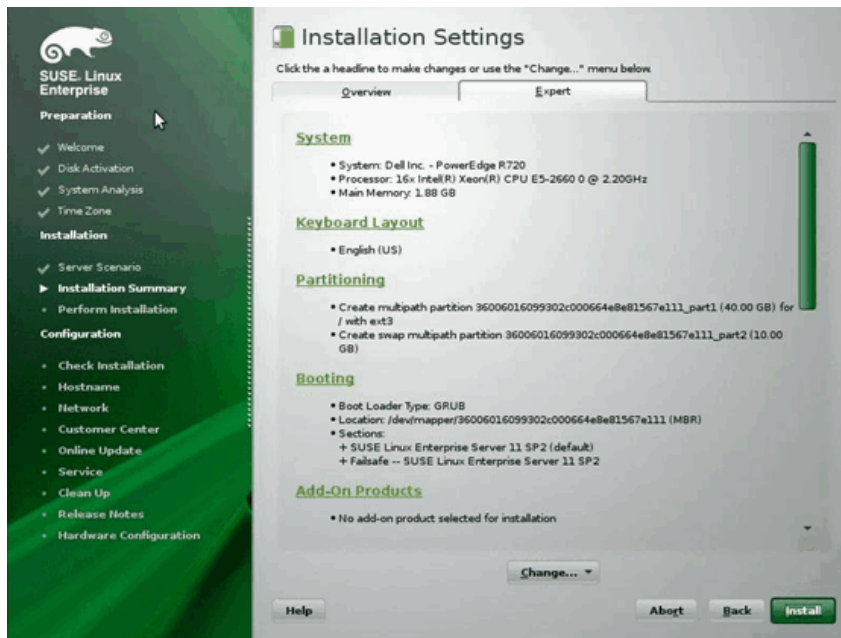

図 14-19. インストールの設定
12. Installation Settings (インストールの設定) ウィンドウの Expert (エキスパート) ページで、**Booting** (ブート) をクリックします (図 14-19)。